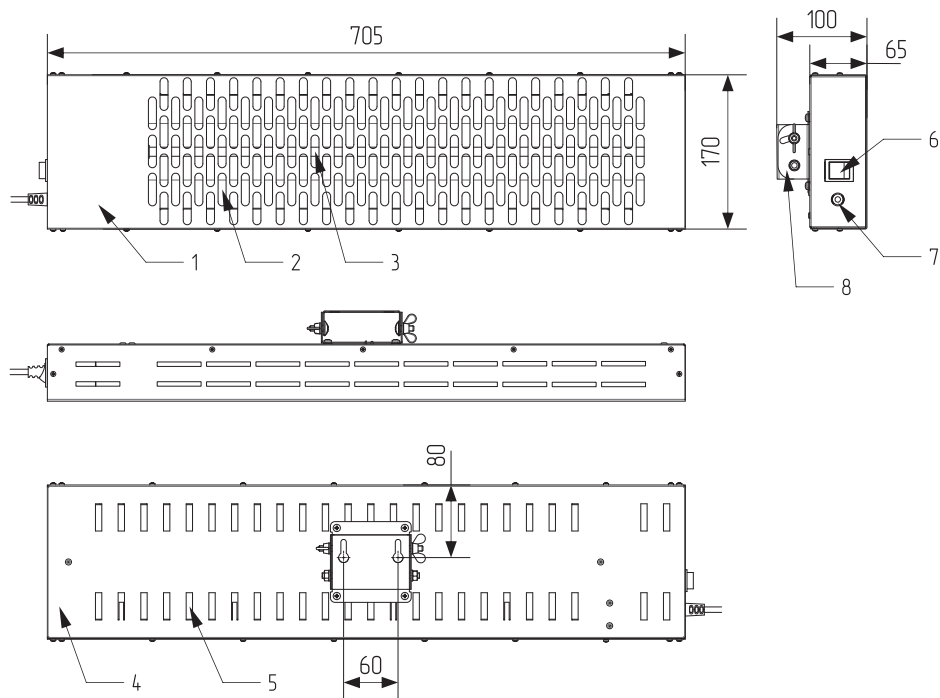

Рисунок 1. Габаритный чертёж и элементы конструкции электрического обогревателя «Пихта» СБИ-1000.
5.1. Обогреватель (см. рис. 1, 2) представляет собой металлический корпус, состоящий из передней панели (1), защитной решётки (2) и задней панели (4). Внутри корпуса на шасси расположен нагревательный элемент (3) — трубка из кварцевого стекла, внутри которой расположена нагревательная спираль. За нагревательным элементом имеется отражающий экран. На боковой поверхности корпуса расположены рокерный переключатель (клавишный выключатель) с подсветкой (6) и выход шнура питания (7).
- 6.6. На стене с помощью уровня и рулетки (линейки) следует разметить отверстия для монтажа обогревателя. Размеры для разметки приведены на рис. 1, 2.